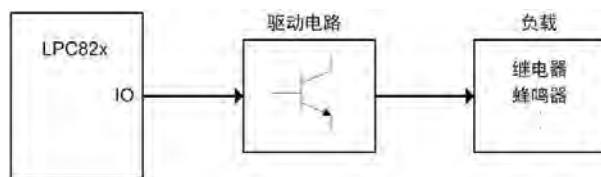

图 2.18 使用驱动电路减小 I/O 扇出
- 避免 I/O 口直接驱动大电流，使用三极管或逻辑芯片间接驱动，详见图 2.18；